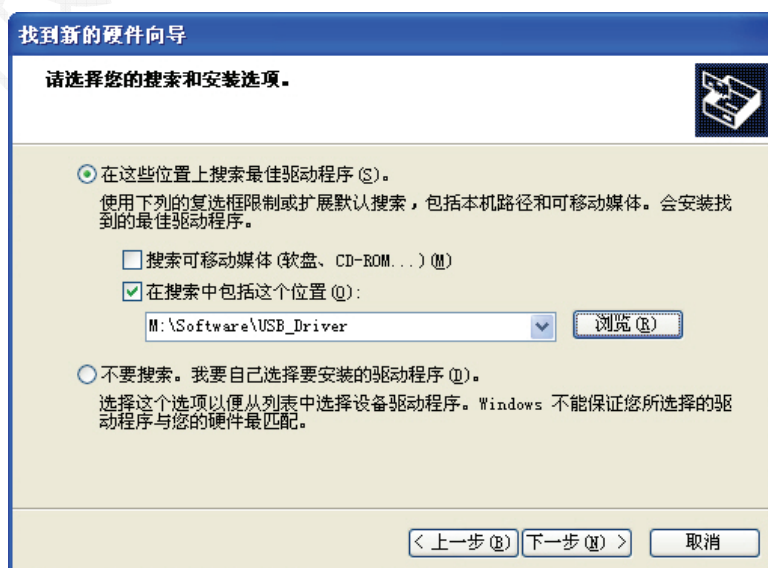

图 2.11
3. 在搜索位置内输入产品光盘目录, USB 驱动程序位于光盘中的 Software\USB_Driver 目录下。然后点击下一步, 参见图 2.11。